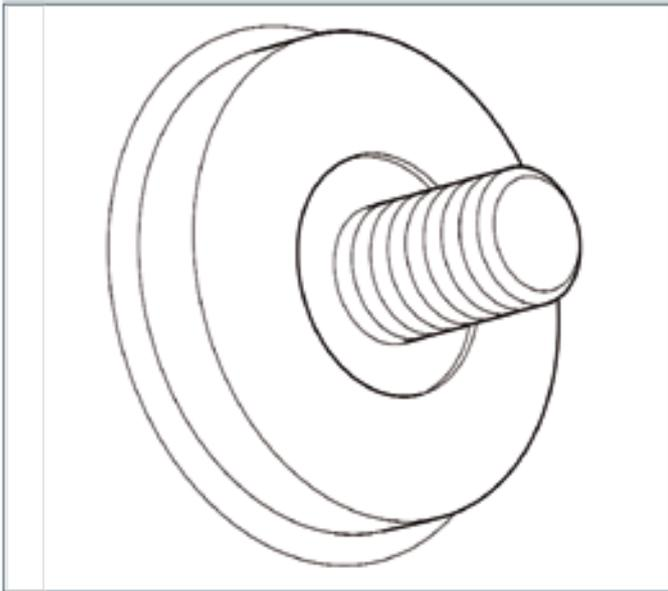

Abb. 4.20
7. Bauen Sie die Drehbolzen und Ausrichtungswulste vom Anhängertragarm ab (Abb. 4.20 und 4.21).